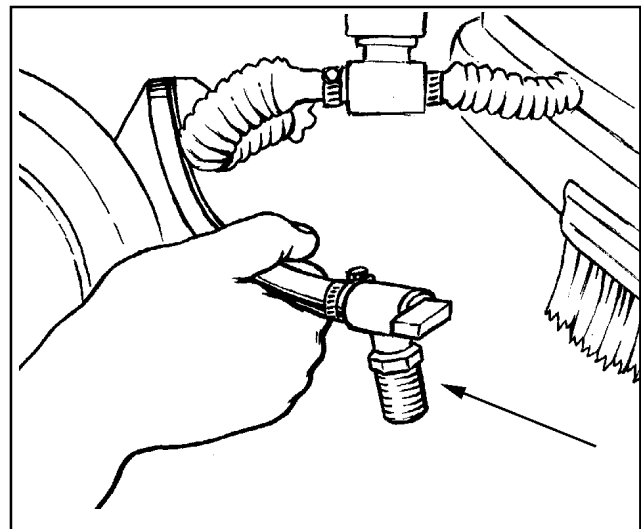

Abb. 11
4. Beim Entleeren des Batterieraums (Siehe Abb. 11):